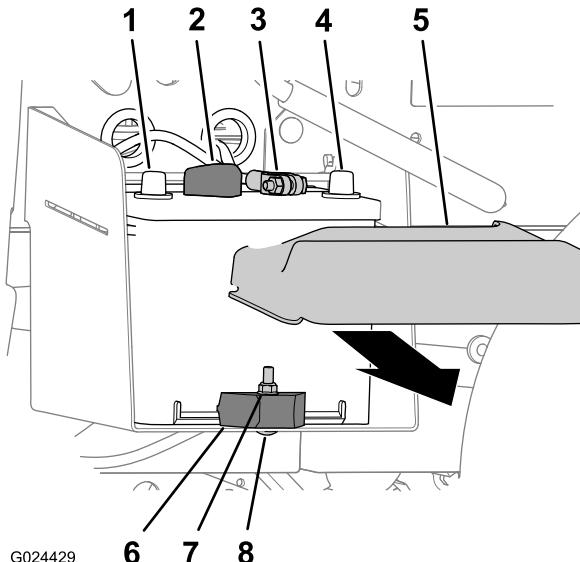

図2
1. バッテリーカバーを両側から押すようにしてバッテリー上部からカバーを外す(図2)。
2. バッテリーのマイナス端子からバッテリーケーブル-を外す(図2)。
3. バッテリーのプラス端子からプラスケーブルを外す(図2)。